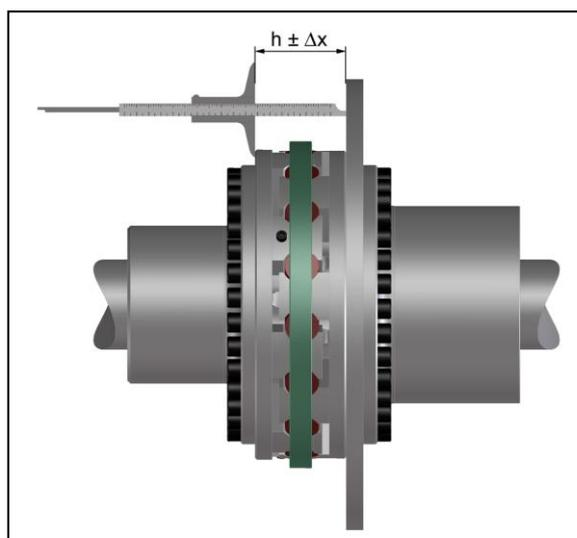

Bild 8
- Schieben Sie die Wellenenden mit den montierten Kupplungshälften auf das Einbaumaß „h“ nach Tabelle 6 zusammen (Bild 8).
- Messen Sie gemäß Bild 8 den axialen Flanschabstand  $h$ .